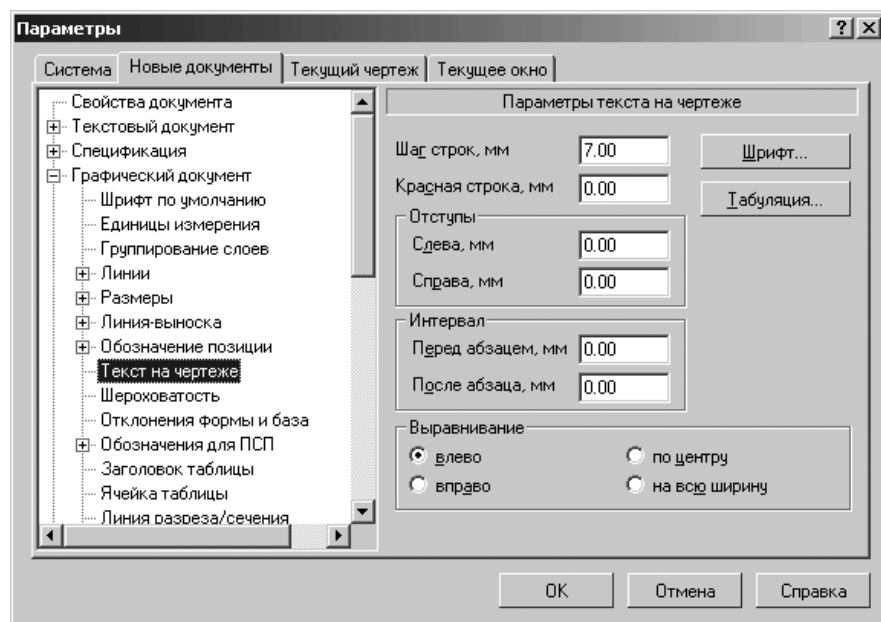

Рис. 10.45. Диалоговое окно **Параметры** с открытой вкладкой **Новые документы** и панелью **Параметры текста на чертеже**
- щелкните в списке настраиваемых элементов **Графический документ** по пункту **Текст на чертеже**. В правой части появится панель **Параметры текста на чертеже**, показанная на рис. 10.45;